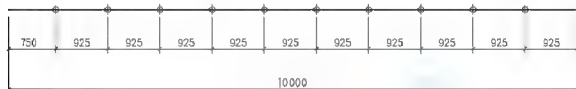

图 4.129 插入点
绘制图 4.129 所示图形，练习点格式设定及定距插点命令。
- (1) 执行【格式】|【点样式】命令，按图 4.129 所示选择点样式，并将点大小设定为 100 绝对单位。
- (2) 绘制长度为 10000mm 的直线。
- (3) 用定距插点命令插入点。